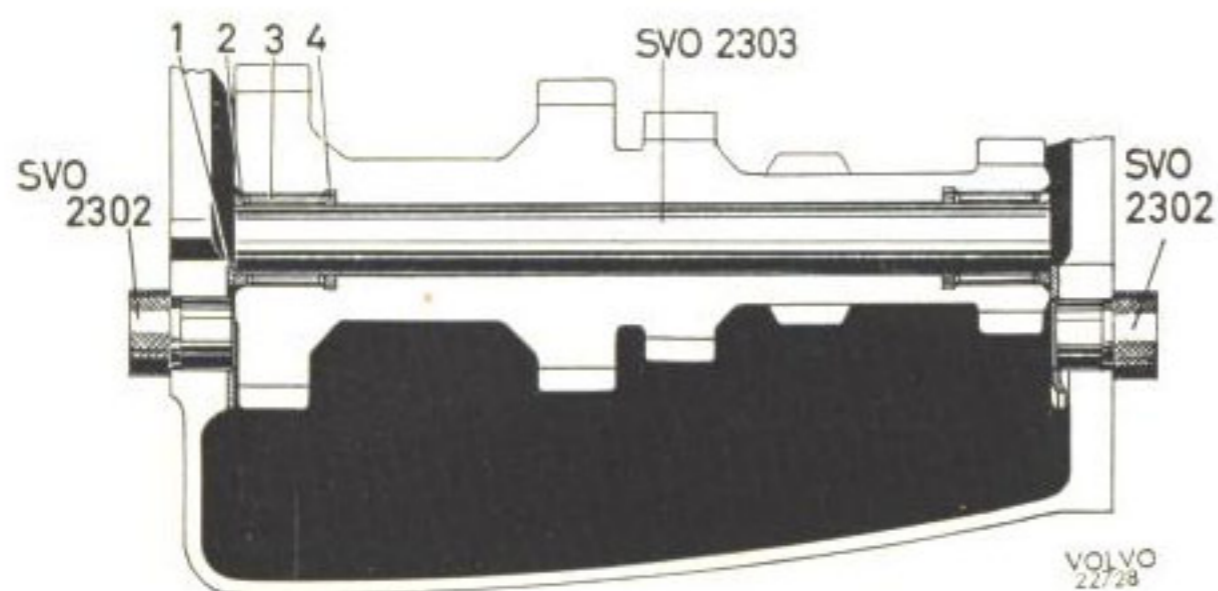

Bild 36. Montering av mellanhjul.
3. Fäst brickorna vid huset med t.ex. fett. Styr upp dem med dornar SVO 2302, se bild 36. Lagg ned mellanhjulet i botten på huset.